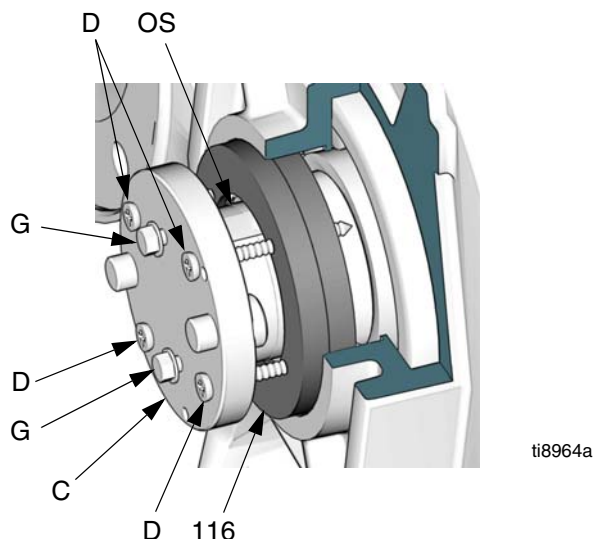

FIG. 27. Extraction des joints d'axe de sortie
7. Couvrez le logement de clavette de l'axe d'entrée avec un ruban adhésif pour éviter d'endommager le nouveau joint. Remplissez la cavité de l'axe d'entrée avec de la graisse réf. 107411. Positionnez le joint d'entrée (109) en orientant la lèvre vers l'intérieur jusqu'à ce que le joint touche l'épaulement du boîtier du démultiplicateur. Retirez le ruban adhésif.
8. Assurez-vous que le joint inclus est sur le bouchon de vidange d'huile (118) puis vissez le bouchon dans le démultiplicateur. Serrez à 34 N•m (25 pi-lb).
10. Retirez les deux joints de sortie (116) comme suit :
- a. Consultez la FIG. 27. Placez l'extracteur (C) sur l'axe de sortie (OS). Tournez l'outil à 90°. Installez et serrez les deux vis de 13 mm (0,5 po.) (G) pour fixer l'outil à sa place.
- b. Percez quatre avant trous d'un diamètre de 3 mm (1/8 po.) (maximum) dans les joints (116) en utilisant les trous pour les vis pour tôle en acier (D) comme gabarit. Vissez les vis pour tôle en acier (D) à travers l'outil et dans les joints (116).
- c. Serrez les vis (D) de manière uniforme pour extraire les deux joints.